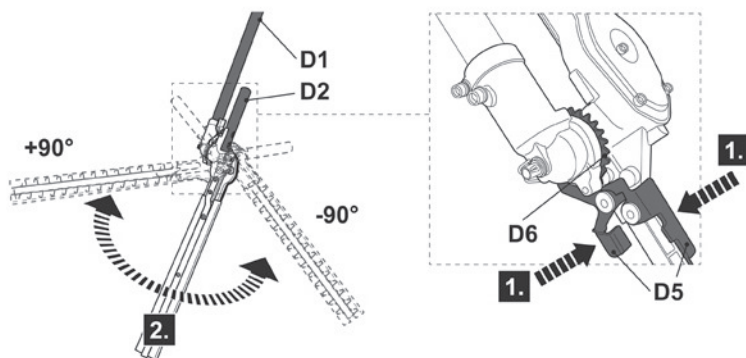

Fig. 26
- > Presione las palancas de desbloqueo (D5) para desconectar el sistema de dientes (D6) y ajuste el cabezal de la hoja a la posición deseada (Fig. 26).